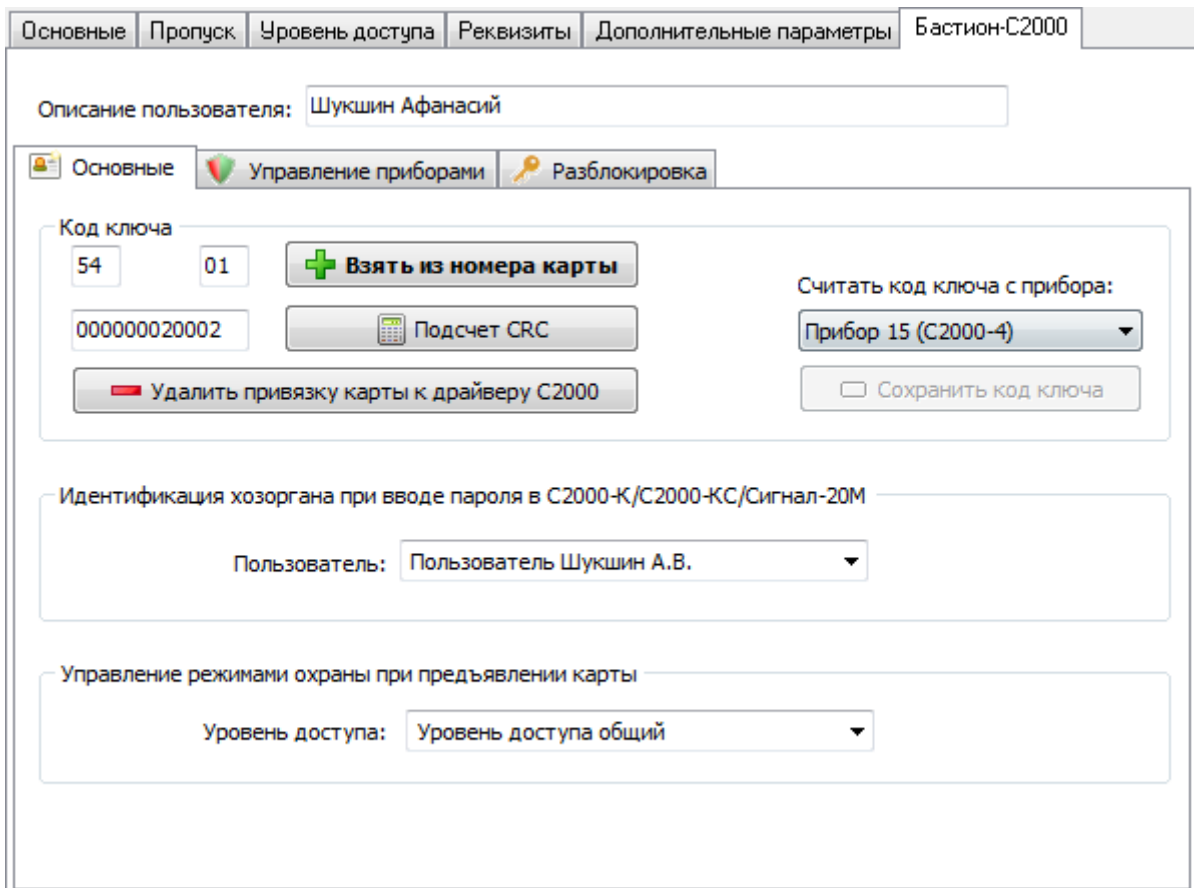

Рис. 32 – Окно параметров пропуска для драйвера "Бастион-С2000"
Внешний вид окна параметров пропуска для драйвера «Бастион-С2000» показан на Рис. 32.
4. На вкладке «Основные» в свойствах пропуска «Бастион-С2000» (Рис. 32) необходимо задать код ключа.